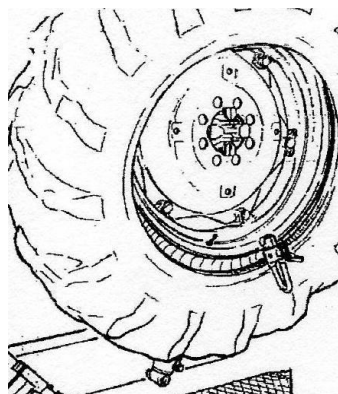

Рисунок 25
– Снова поднимите колесо и прикрепите зажим на внешней поверхности второго борта примерно в 20 см справа от клапана (см. Рисунок 25).